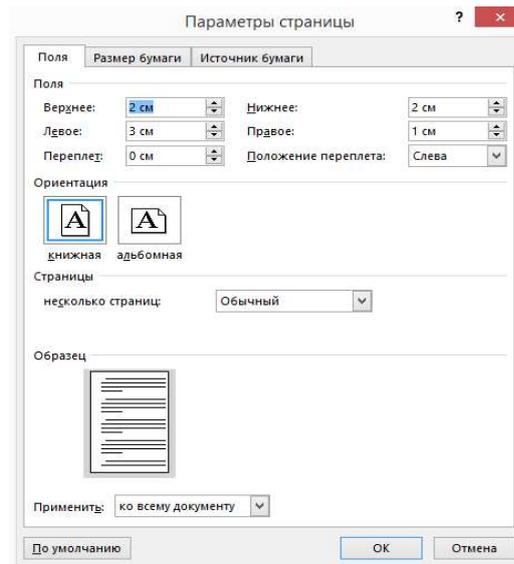

Рисунок 1 – Параметры страницы
3. Установите параметры страницы (**Разметка страницы – Поля – Настраиваемые поля**) Верхнее, Нижнее – по 2 см; Левое – 3 см; Правое – 1 см (см. рисунок 1)